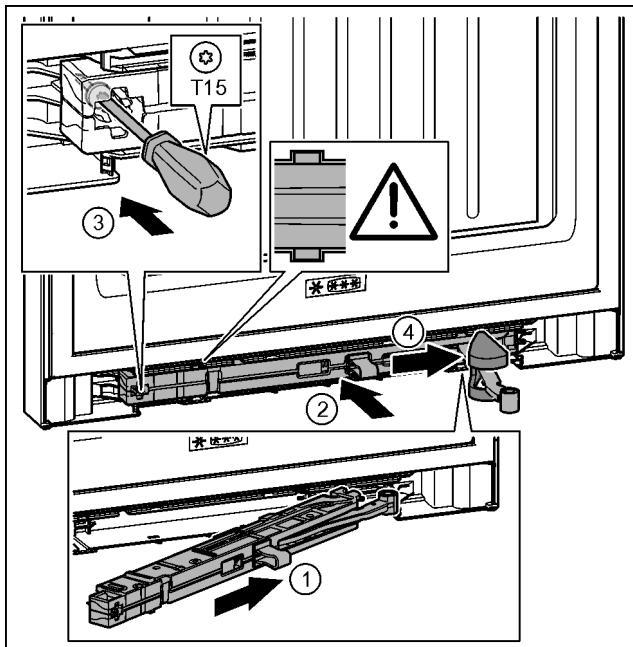

Fig. 39
- Під нахилом просуньте демпферний вузол з боку опорного кронштейна в отвір до упору. Fig. 39 (1)
- Повністю вставте демпферний вузол в отвір. Fig. 39 (2)
- Закрутіть гвинт за допомогою викрутки T15. Fig. 39 (3)
- Просуньте кришку через шарнір. Fig. 39 (4)